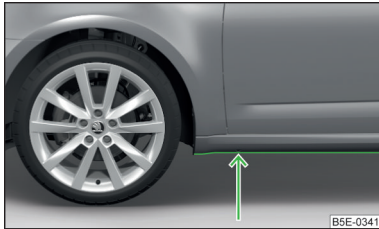

Fig. 250
- Avant de franchir une nappe d'eau, déterminez la profondeur de l'eau. Le niveau de l'eau ne doit pas dépasser le longeron inférieur » fig. 250.